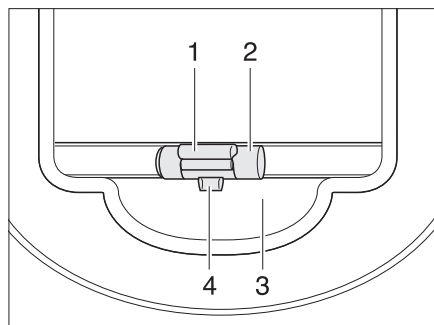

Bild 28 Mörklägningsrullgardin
- Stänga:** ■ Drag ned mörklägningsrullgardinen med handtaget (Bild 28,2) och låt den haka fast.
- Öppna:** ■ Drag ned mörklägningsrullgardinen något med handtaget (Bild 28,2) och tryck låslisten (Bild 28,1) utåt. Låsanordningen (Bild 28,4) släpper fästet (Bild 28,3).